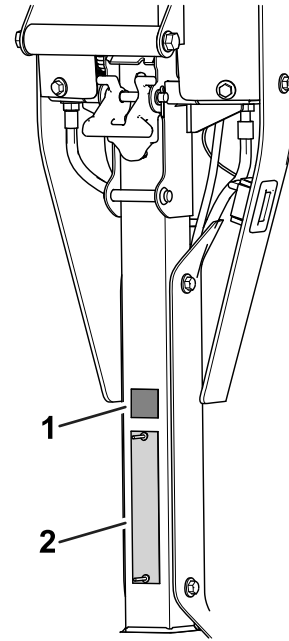

Рисунок 10
- Разместите наклейку CE/UKCA над табличкой с серийным номером Рисунок 10.